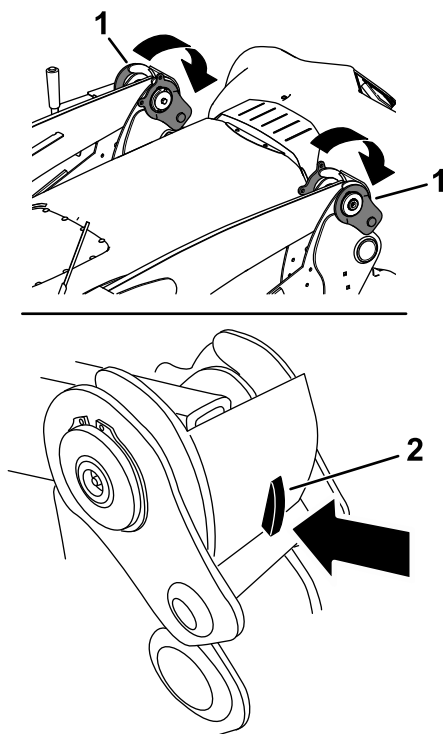

Рисунок 54
7. Заблокируйте стрелы погрузчика на машине, опустив каждый фиксатор стрелы погрузчика так, чтобы замки фиксаторов удерживали фиксаторы на месте (Рисунок 54).